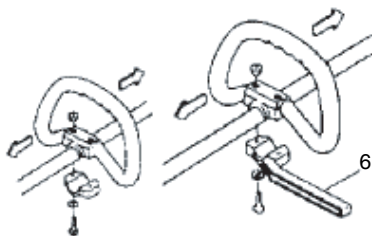

Fig. 3
Cuando utilice cuchillas rígidas/de acero en desbrozadoras o segadoras de eje recto, utilice siempre una barra de barrera (6) y un arnés de hombro con el asa del arco. (Fig. 3)